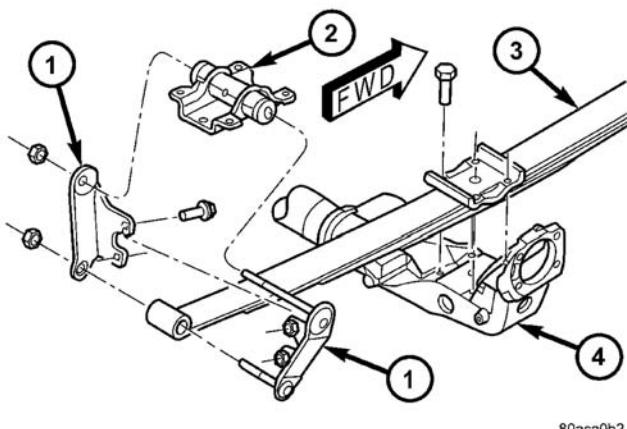
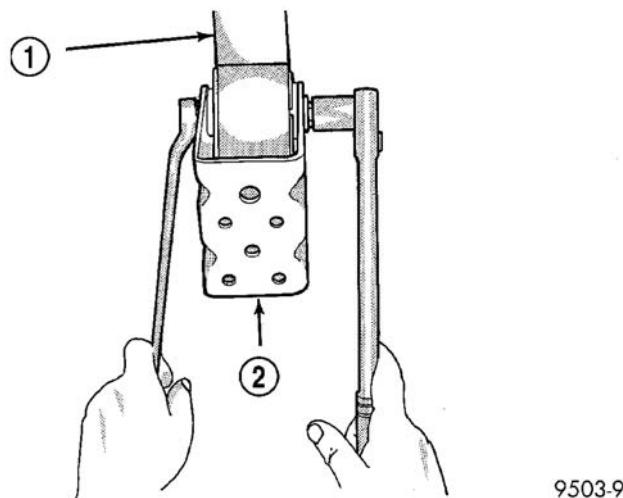

图 29 全轮驱动后悬架
图 30 板簧前支座 (典型)
(8) 从后簧吊耳上松开并卸下 2 个螺栓和 2 个销螺母 (图 29)。然后从外半个吊耳夹板上和后簧上卸下内半个吊耳夹板。
(9) 从外半个后簧吊耳夹板上卸下后板簧。
(10) 从车辆上卸下后板簧。
(11) 松开并卸下后板簧前固定座的枢轴螺栓 (图 30)。